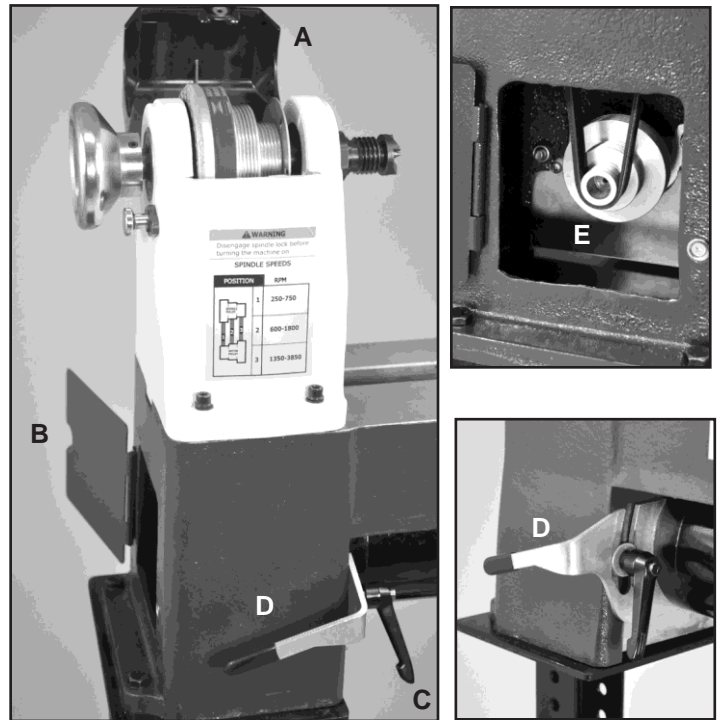

FIG. 7
2. Abra el Cobertor del cabezal fijo (#35, FIG. 7, A) y el lado izquierdo, Puerta cobertora de la bancada (8, B) para acceder a la correa y las poleas que están dentro de cabezal fijo.